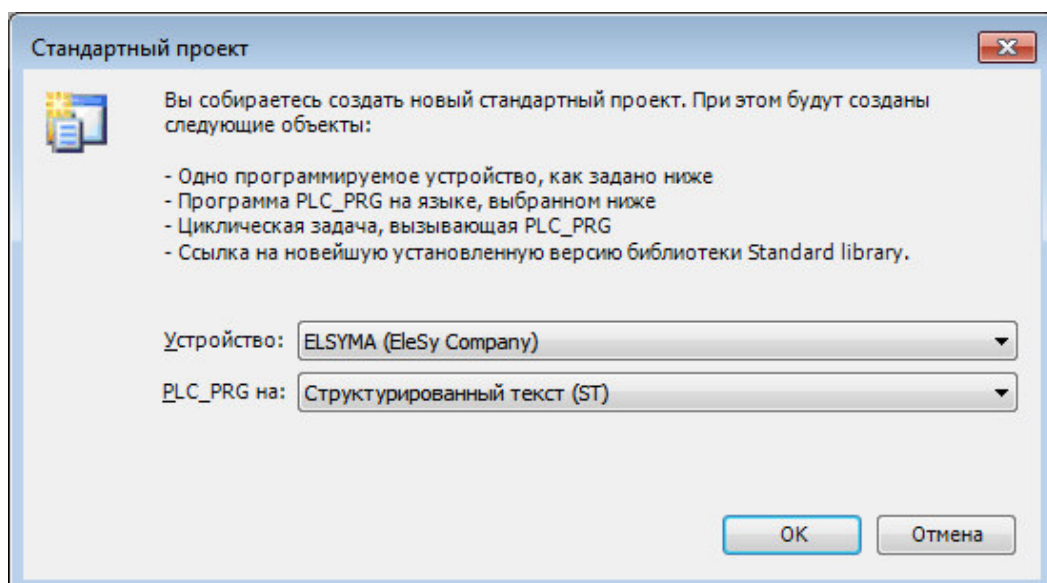
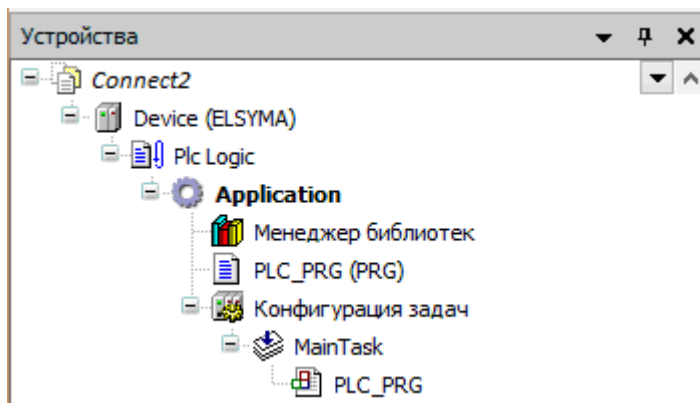

Рисунок 5.3 – Настройка стандартного шаблона проекта
Рисунок 5.4 - Дерево объектов проекта
4. В окне «**Стандартный проект**» в списке **Устройство**: выбрать контроллер – *ELSYMA (EleSy Company)*, в списке **PLC_PRG на:** – язык реализации основного программного компонента – *Структурированный текст (ST)* (рисунок 5.3). Нажать кнопку «**ОК**». Созданный проект отображается в области **Устройства** в виде дерева объектов (рисунок 5.4)